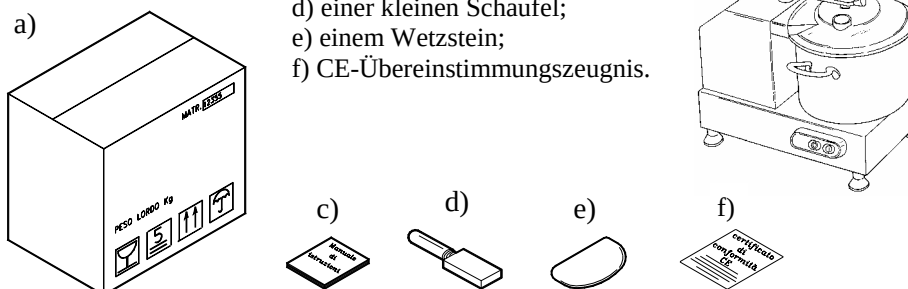

ABB.Nr.3 - Beschreibung der Verpackung
- ABB.Nr. 3 - Beschreibung der Verpackung S. 7
Das angelieferte Frachtstück kann, falls es keine äußeren Schäden aufweist, geöffnet werden. Man sollte sich dabei vergewissern, daß kein Material fehlt (siehe ABB.Nr.3). Sollte das Frachtstück bei der Übergabe Transportschäden verschiedener Art aufweisen, muß der Frachtführer unbedingt darüber informiert werden. Innerhalb von 3 Tagen nach dem Lieferungsdatum, das den Unterlagen entnommen werden kann, ist ein genauer Bericht über die eventuellen von der Maschine erlittenen Schäden zu verfassen.